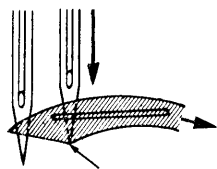

fig. 4
- Controllare che la punta dell'ago di destra, nella sua corsa discendente, collimi con lo spigolo inferiore del crochet (fig. 4)